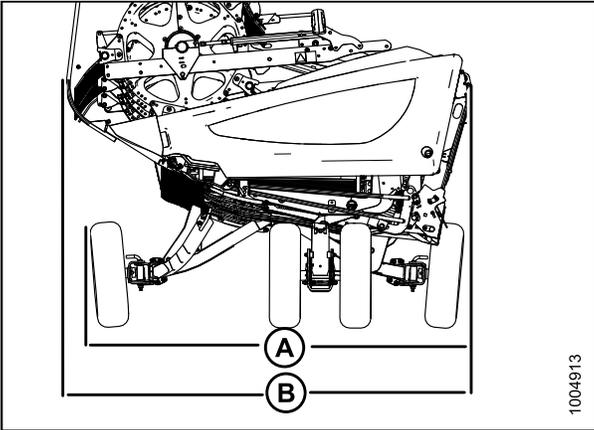

Figure 2.1: Largeur de la plateforme
(B) Diviseurs longs retirés (voir figure 2.1: Largeur de la plateforme, page 28)	2500 mm (98 po) de